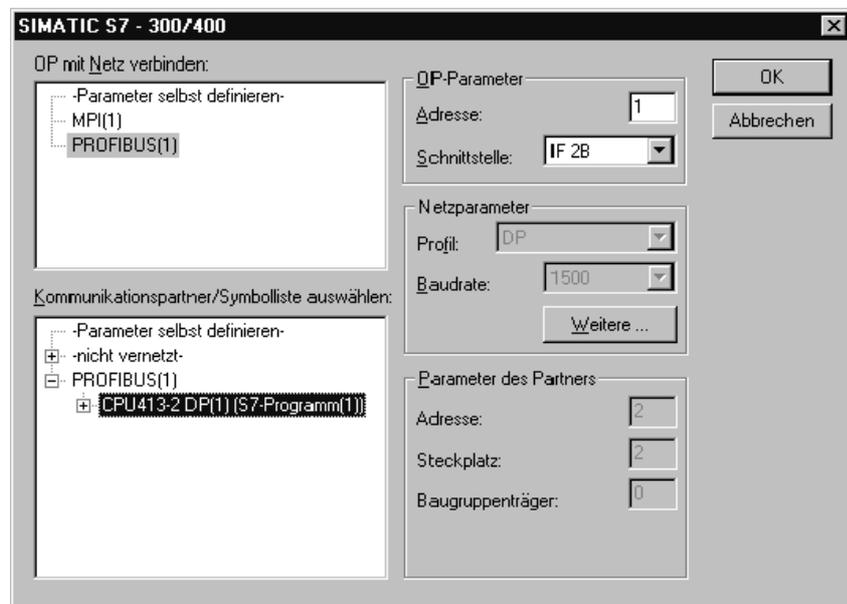

Bild 12-12 Bediengerät mit Netz und CPU verbinden – Beispiel
4. Wählen Sie in der jetzt geöffneten Dialogbox das Netz und die CPU aus, mit der das Bediengerät verbunden sein soll. Die Netzparameter werden dann übernommen. Bild 12-12 zeigt eine Beispielkonfiguration.